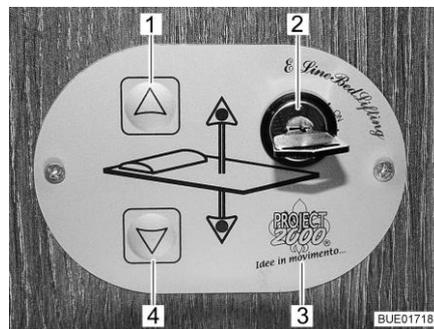
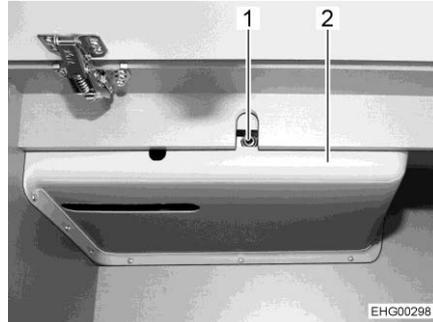

Fig. 143 Elemento de mando
Fig. 147 Acceso al accionamiento
Con las teclas (Fig. 143,1 y 4) en el elemento de mando (Fig. 143,3), se subirá o bajará la cama elevada. Con el interruptor llave (Fig. 143,2), se bloqueará el elemento de mando contra su utilización no autorizada.
- Introducir la llave en el interruptor llave (Fig. 143,2) y girar 90° en sentido de las agujas del reloj. El elemento de mando (Fig. 143,3) está activado.
- Pulsar la tecla de flecha (Fig. 143,4) y mantenerla pulsada hasta que la cama elevada haya bajado a la posición deseada.
- Pulsar la tecla de flecha (Fig. 143,1) y mantenerla pulsada hasta que la cama elevada haya subido a la posición final.
Si la cama elevada ya no se deja desplazar con las teclas de flecha (Fig. 143,1 y 4), controlar primero el fusible Atrás del revestimiento (Fig. 147,2) (véase apartado 9.12.1). Si el fusible está bien y la cama elevada no se deja desplazar a pesar de esto, se podrá manejar la cama elevada de forma manual.
- Insertar la manivela entregada o una llave Allen en el alojamiento en el motor (Fig. 147,1).